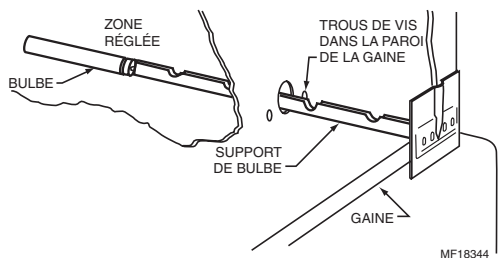

Fig. 10. Introduction du bulbe et du support de bulbe dans la gaine.
6. Introduire le bulbe et le support de bulbe dans la gaine par l'orifice percé à l'étape 1. Voir la Fig. 10.